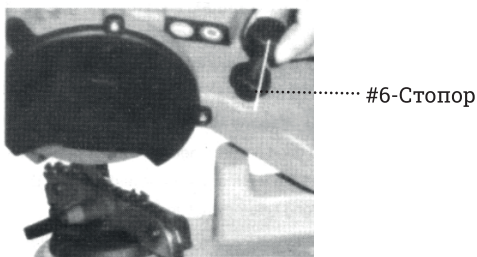

Рис. 7
6. Удерживайте его в этом положении, пока затяните стопор (#6), чтобы колесо опустилось. См. РИСУНОК 7.